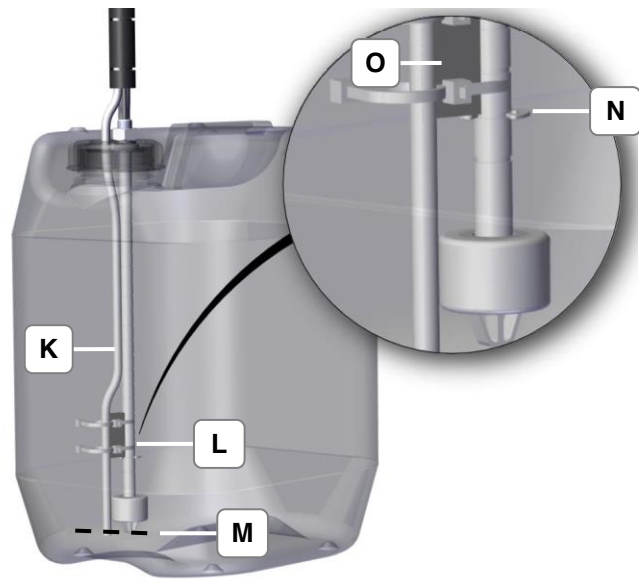

Bild 4.5.5: Schlauch und Kabel
<p>Betrieb mit Kanister</p> <ul style="list-style-type: none"> • Eine einwandfreie Funktion des Betriebs mit Kanister ist gewährleistet, wenn der Schlauch (K) und das Kabel (L) auf gleiches Niveau (M) eingestellt sind (Bild 4.5.5).